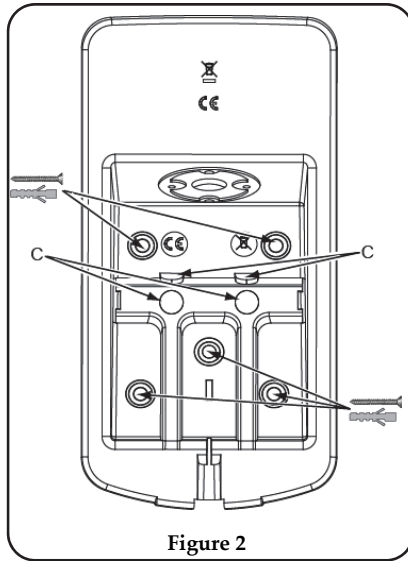

Figure 2
2. Ouvrez les 5 trous marqués du support mural et utilisez-les comme gabarits pour l'installation (reportez-vous à la Figure 2).
3. Insérez les câbles externes dans la voie de câbles à l'arrière du support mural (reportez-vous à la Figure 2).